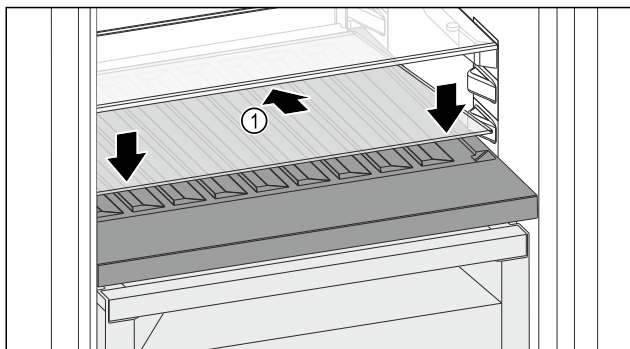

Fig. 115
- ▶ Skleněnou desku Fig. 115 (1) zasuňte šikmo a skloněnou dozadu dolů.
- ▶ Skleněnou desku Fig. 115 (1) vpředu spusťte dolů.